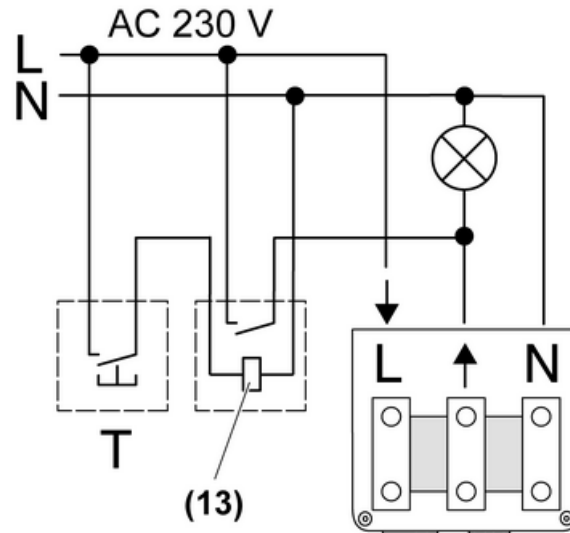

Bild 12: Parallelschaltung mit Treppenhauslicht-Automat bzw. Stromstoßschalter
Die Beleuchtung wird entweder durch den Treppenhauslicht-Automaten (13) oder durch das Leistungsteil in Kombination mit System-Sensoren eingeschaltet (Bild 12).